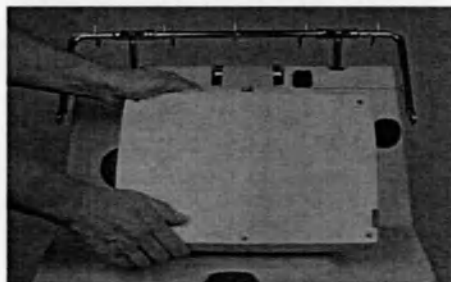

Рисунок 3-1: Опускание монитора на переднюю панель
- 3 Опустите монитор на переднюю панель (рис. 3-1).